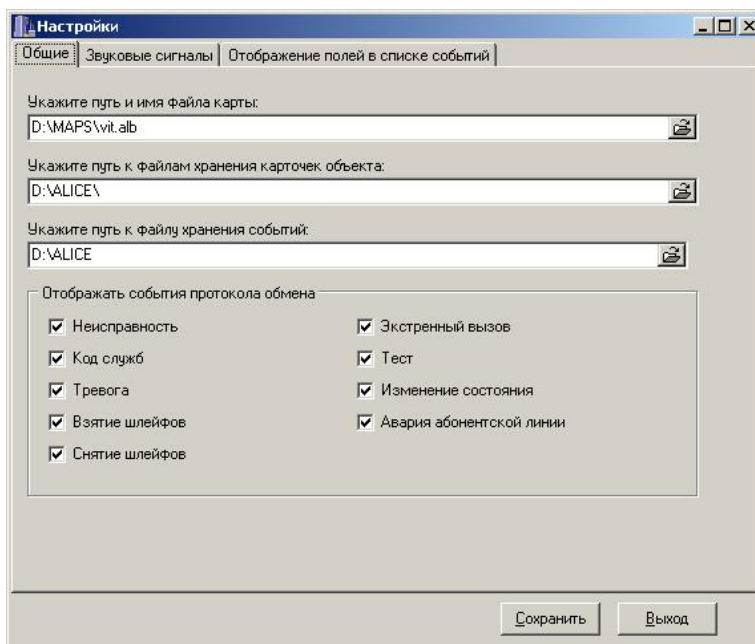

Рисунок 120
5.12.2 В закладке «Общие» пункта меню «Сервис/Настройки» (рисунок 120) кроме указания путей хранения графики и протокола событий, дается возможность включения/отключения всех звуковых сигналов и вывода сообщений на экран по группам объектовых событий. Данную функцию можно применять только в крайних случаях: например, при проведении регламентных работ на АТС (отключение КН вызовет массовые аварии по абонентским линиям), либо отключении электроэнергии в микрорайоне (огромный поток событий по переходу на резервное питание).